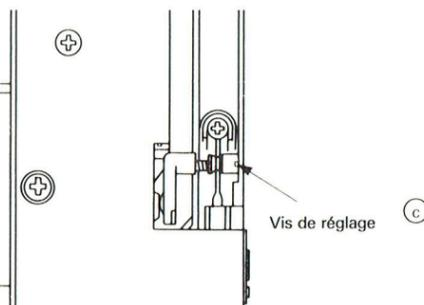

Fig. 18
2.3 Erreur de piste (réglage) (Fig. 18)